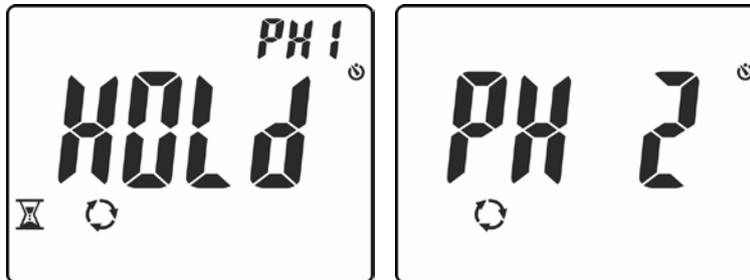

Fig. 14: Reconhecimento da fase L1 e aguardando pela fase L2
4. Em condições corretas de tensão e frequência, o instrumento apresenta a mensagem “**HOLD**”, os símbolos  e “PH1” e emite um som contínuo aguardando pelo reconhecimento de um valor estável de tensão da fase L1 (ver Fig. 14 – parte esquerda)
5. **Não retirar a ponteira da fase L1** até à visualização da mensagem “**PH 2**” intermitente no display (ver Fig. 14 – parte direita).